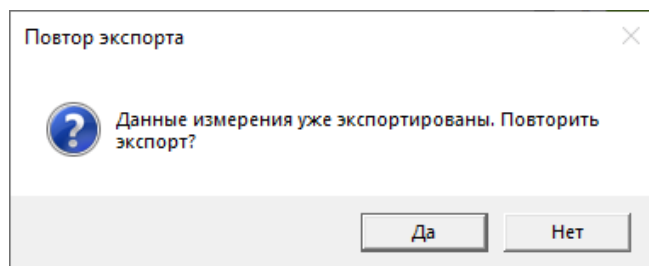

Рисунок 9 – Предупреждение о повторе экспорта
- Экспорт данных (принудительный экспорт данных измерений). В случае если данные выбранного измерения ранее уже были экспортированы, будет отображено предупреждение о повторе экспорта (рисунок 9);